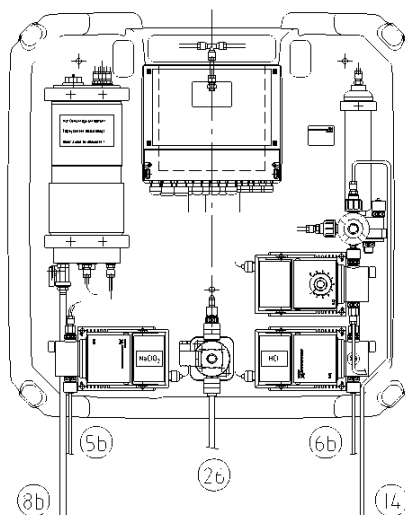

Abb. 8: Hydraulikanschlüsse
1. Die saugseitige Schlauchverschraubung der HCl-Sauglanze (rote Markierung) an die Schlauchverschraubung der HCl-Pumpe (rote Markierung) schrauben (siehe Kap. 5.3, Abb. 8, Pos. 6b).
5. Die saugseitige Schlauchverbindung der NaClO₂-Saugleitung (blaue Markierung) an die Schlauchverschraubung der NaClO₂-Pumpe (blaue Markierung) schrauben (siehe Kap. 5.3, Abb. 8, Pos. 5b).